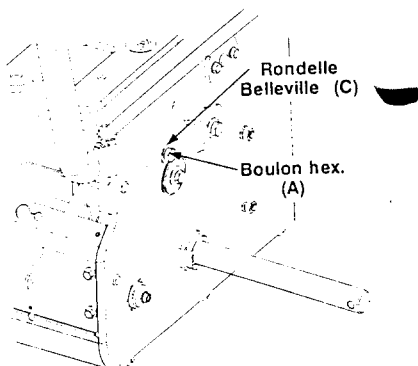

FIGURE 5
- Glissez la partie à encoche du guidon sous les rondelles Belleville des boulons hex. (B).
- Bloquez le trou supérieur du guidon avec les rondelles Belleville (C) (côté creux contre le guidon) et les boulons hex. (A). Voir la figure 5. Ne serrez pas encore.
- Faites passer les vis à chapeau à six pans (Q) à travers les taquets de bride et la goulotte, comme à la figure 5. Maintenez en place avec des contre-écrous à six pans (P). Serrez avec